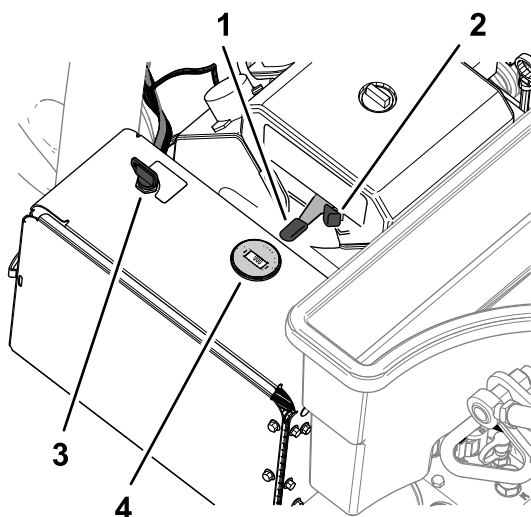

Figura 78
2. Spostate la leva dell'acceleratore (Figura 78) in posizione di MINIMA.